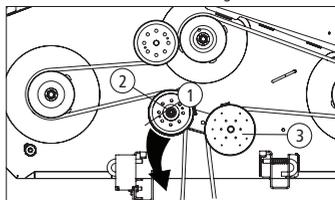

Fig. 29
- Sentado atrás do equipamento, olhando para frente, alcance por debaixo do equipamento para pegar a correia (1) localizada na frente da polia (2). Tenha cuidado para não prender os dedos quando rolar a correia para fora da polia, [Fig. 29].